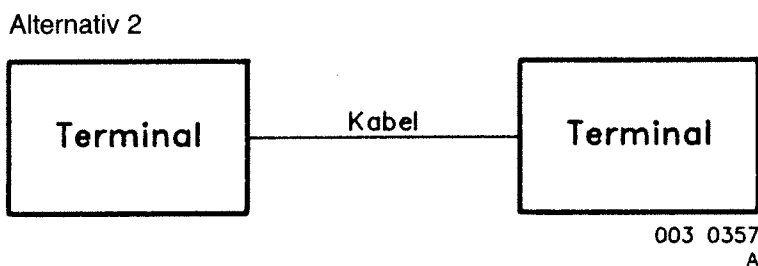

Bild 27. Koppling av terminalerna
5.6.6 Koppla terminalerna M3947-125110 enligt bild 27.